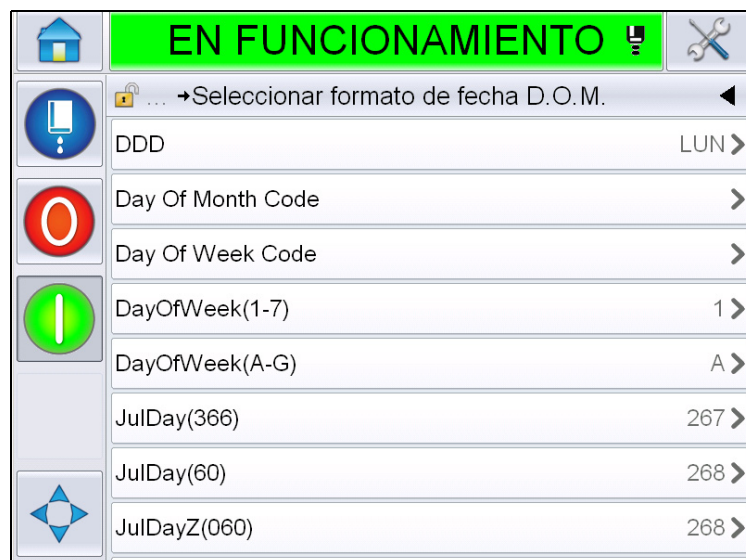

Figura 5-27: Página Date Format (Formato de fecha)
- 6 Seleccione el prefijo de fecha requerido. Muestra la página requerida *Date Format (Formato de fecha)* (Figura 5-27). Si desea obtener más información sobre los formatos de fecha, consulte Tabla 5-13 en la página 5-46.